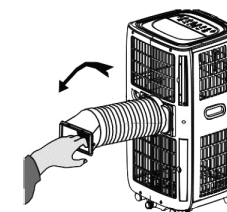

Fig. 2
2. Conectați conexiunea de la celălalt capăt al tubulaturii la orificiul de ieșire de pe partea din spate a aparatului introducându-l și fixându-l la loc prin rotire (Fig. 2).